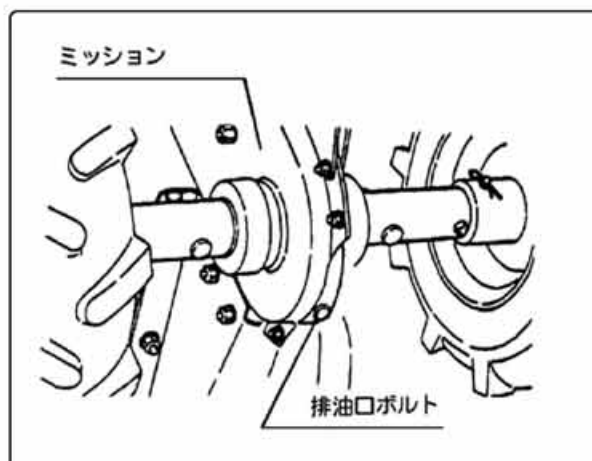

図35
- ②ミッションケース下部にある排油口ボルトを取外して汚れたオイルを流し出してください。(図35)